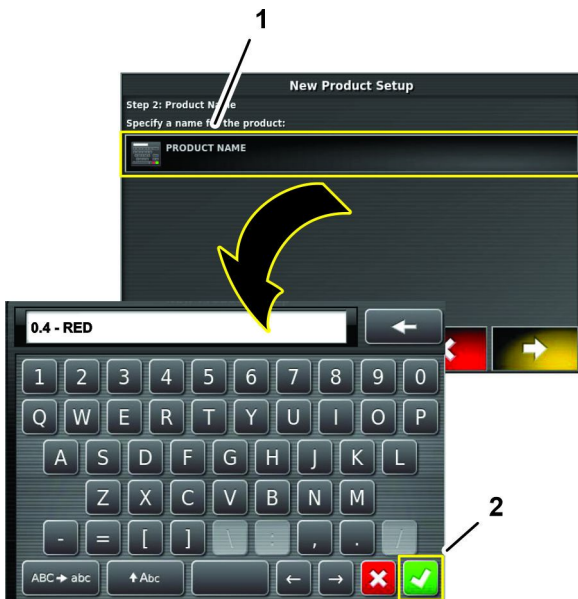

Bild 118
7. Tippen Sie auf das Symbol PRODUKTNAME, geben Sie den Produktnamen mit der Bildschirmtastatur ein und tippen Sie auf das Bestätigen-Symbol (Bild 118).